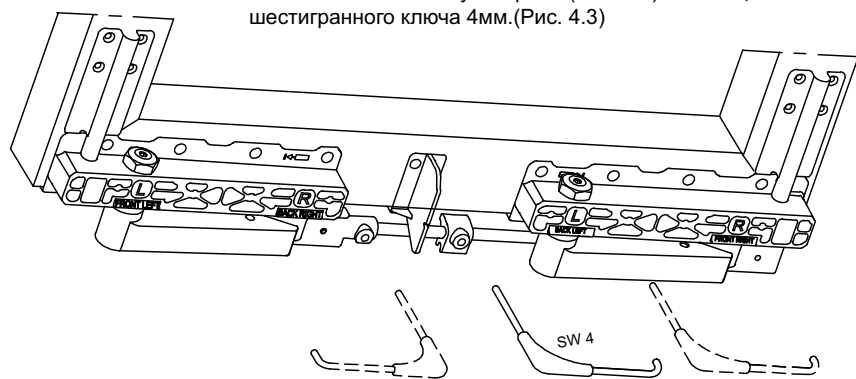

Рис. 4.3
4.3 Установите штангу в каретки (20а/20b) с помощью шестигранного ключа 4мм. (Рис. 4.3)